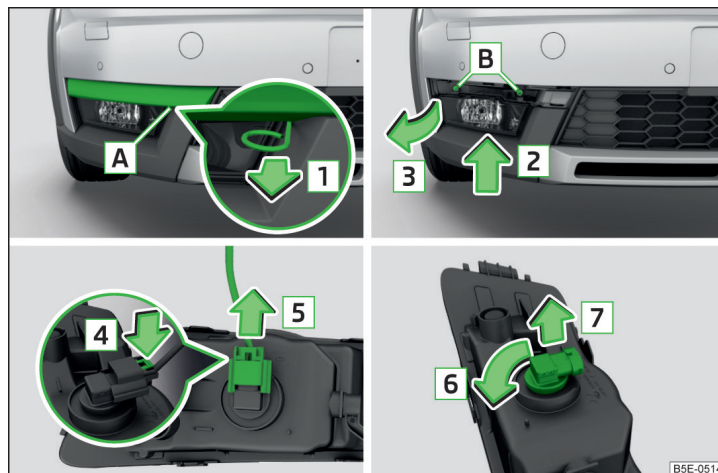

Fig. 229 Demontarea farului de ceață / înlocuirea becului cu incandescență - varianta 2
- › În orificiul [A] » fig. 229, introduceți cârligul pentru tragerea capacelor integrale de roată » pagina 222, Trusa de scule.
- Introduceți farul de ceață în sens contrar săgeții [3] » fig. 229 și înșurubați-l.